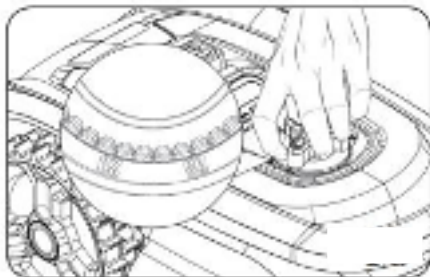

Рис. 19
8. ПРОВЕРКА УСТАНОВКИ (рис. 19 и 20)